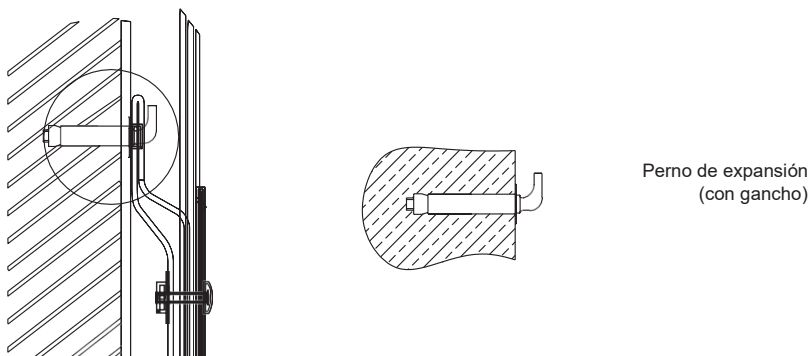

Fig. 3
- ① Este termoacumulador eléctrico debe instalarse en una pared maciza. Si la resistencia de la pared no es suficiente para una carga igual a dos veces el peso total del calentador completamente lleno de agua, deberá instalarse un soporte especial. En caso de usar una pared hueca de ladrillo, rellenarla por completo con hormigón.
- ② Tras seleccionar una ubicación adecuada, determinar las posiciones de los dos orificios de instalación utilizados para los pernos de expansión con gancho, taladrar dos agujeros de la profundidad apropiada en la pared con una broca de corte de tamaño adecuado para los pernos de expansión fijados a la máquina, insertar los tornillos, levantar los ganchos, apretar las tuercas para fijar firmemente las uniones y a continuación colgar de ellas el termoacumulador eléctrico (ver la Fig. 3).